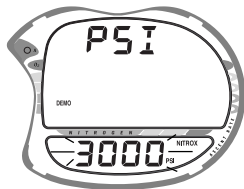

Fig. 79 - Demo Oberflächen
- Drücken Sie kurz die linke Taste ("Weiter") um die Einstellung zu bestätigen und zu **DEMO: PSI** (oder **bAR**) zu gelangen. **OFF**, **CYL** oder **3000** blinken (Fig. 79).